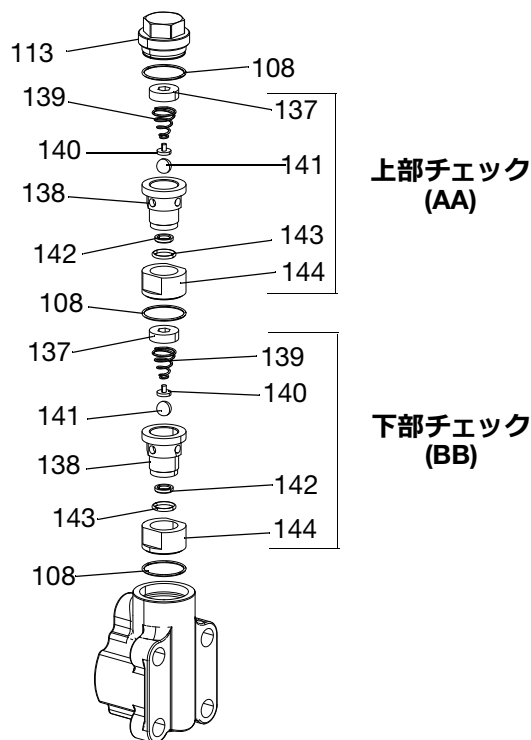

図 4
4. スプリングリテーナ (137)、チェックハウジング (138)、円錐スプリング (139)、ボールハウジングリテーナ (140)、ボール (141)、カーバイドシート (142)、Oリング (143)、リテーナ (144)、および Oリング (108) を含む上部チェックアセンブリ (AA) を取り外します。
5. スプリングリテーナ (137)、チェックハウジング (138)、円錐スプリング (139)、ボールハウジングリテーナ (140)、ボール (141)、カーバイドシート (142)、Oリング (143)、リテーナ (144)、および Oリング (108) を含む下部チェック (BB) を取り外します。図 4 を参照してください。